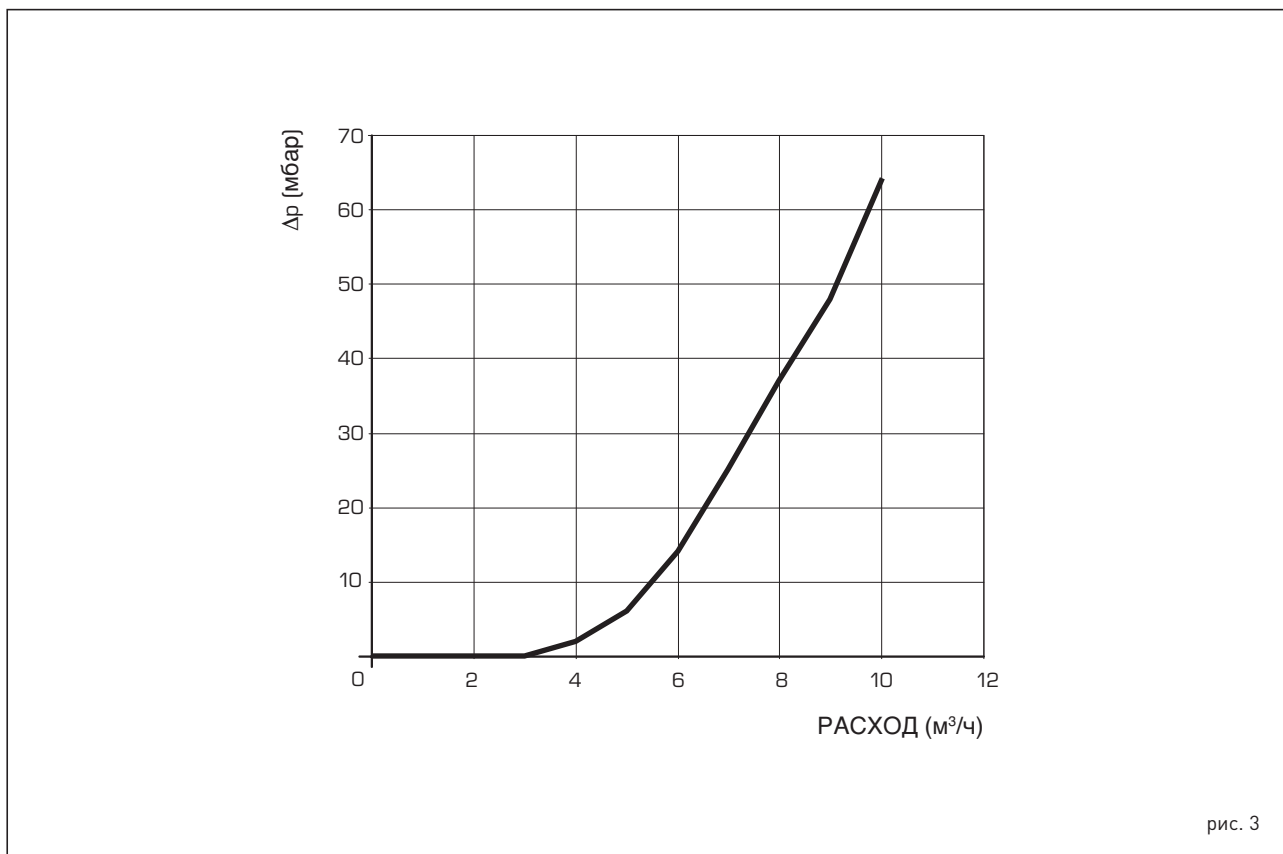

рис. 3
1.5 ПОТЕРЯ НАПОРА ГИДРАВЛИЧЕСКОГО КОМПЕНСАТОРА, ПОСТАВЛЯЕМОГО ПО ЗАКАЗУ В КОМПЛЕКТЕ ПОСТАВКИ КОД 8101550 (рис. 3)